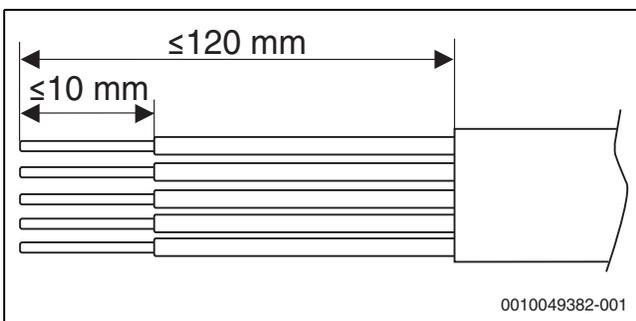

Fig. 34 Dénudage des fils pour le raccordement au réseau électrique
- Guider le câble de raccordement pour BUS CAN à travers les presse-étoupes gauches (1).
- Guider le câble de raccordement pour le raccordement au réseau électrique à travers les presse-étoupes droits (2).
- Dénuder le câble conformément à la figure 34.